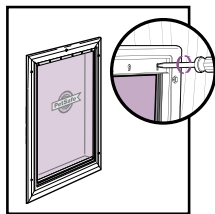

FIG. 13
1. Retirer les vis se trouvant du côté du cadre intérieur de la porte pour animaux (**Fig. 13**).